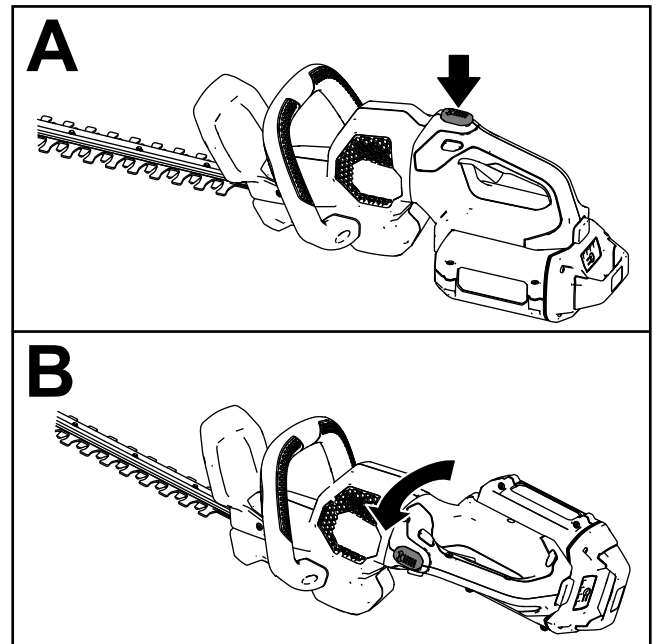

Figura 6
1. Tenete premuto il pulsante di bloccaggio della rotazione (A di Figura 6).
2. Ruotate l'impugnatura di 90° a destra o sinistra, a seconda della direzione di taglio desiderata, poi rilasciate il pulsante di bloccaggio della rotazione per bloccare l'impugnatura nella posizione desiderata (B di Figura 6).